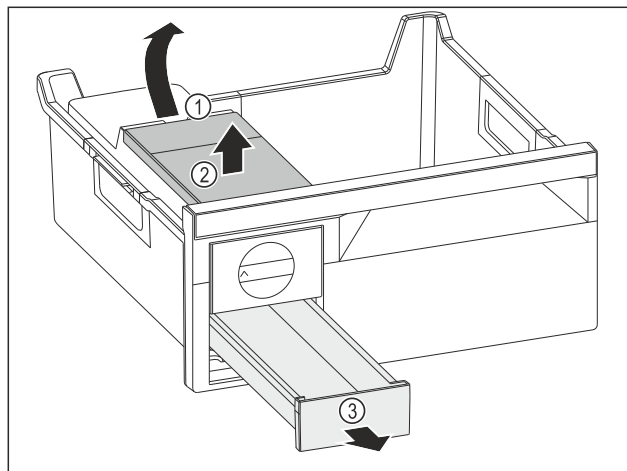

Fig. 140
► Vađenje spremnika za vodu: Podignite spremnik za vodu na otvoru Fig. 140 (1).
► Izvadite spremnik za vodu Fig. 140 (2) prema gore.
► Izvadite ladicu Fig. 140 (3) prema naprijed.